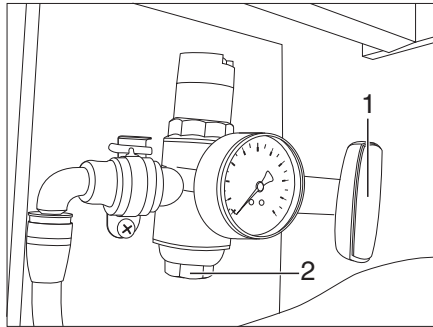

Bild 178 Druckminderer (Hauptsperthahn geschlossen)
- Schauglas (Bild 178,2) am Druckminderer schließen.
- Hauptsperthahn am Druckminderer (Bild 178,1) schließen.
- Hauptsperrhahn am Druckminderer (Bild 178,1) öffnen.